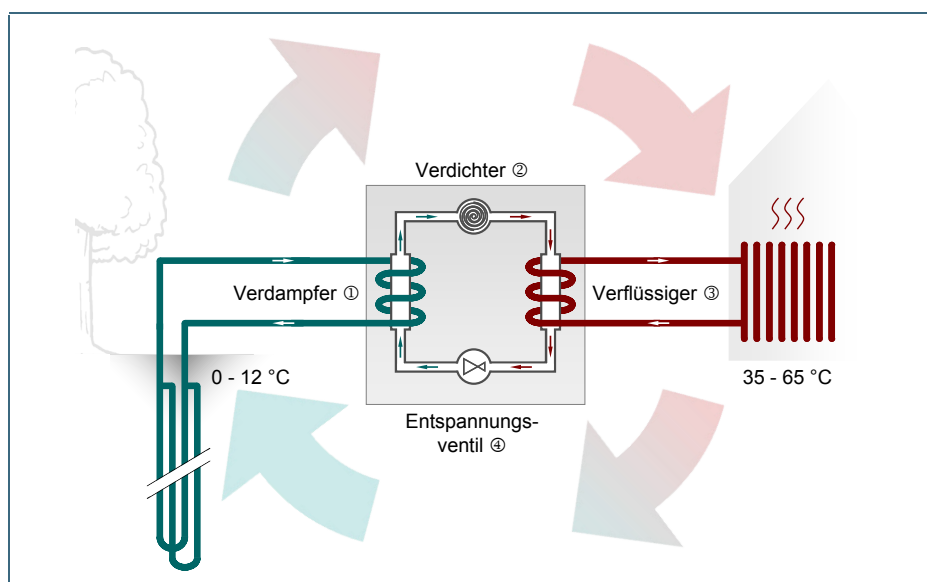

Abb. 1:
Die Funktionsweise einer Wärmepumpe ist in Abb. 1 dargestellt: Im Wärmepumpen-Kreislauf zirkuliert ein Kältemittel (weiß) mit niedrigem Siedepunkt – niedrig heißt in diesem Fall, dass der Siedepunkt bei etwa –40 bis –50 °C liegt. Dieses Kältemittel nimmt am **Verdampfer** ① über das Wärmeträgermittel (grün) die Energie aus dem Untergrund auf, dadurch wird das flüssige Kältemittel gasförmig. Der strombetriebene **Verdichter** ② erhöht den Druck im Gas und erzeugt dadurch ein Heißgas. Dieses gibt seine Wärmeenergie beim **Verflüssigen** ③ an den Heizkreislauf (rot) ab. Im **Entspannungsventil** ④ wird der Druck des Gases wieder gesenkt und der Anfangszustand ① erreicht.